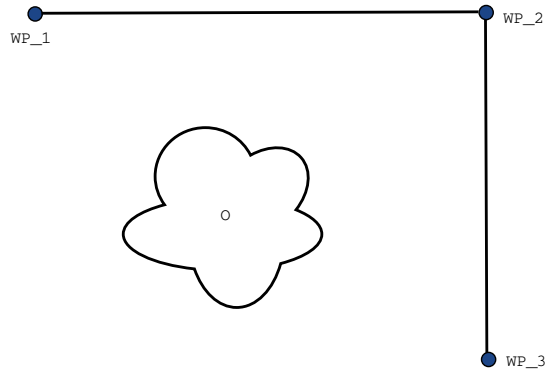

Figura 15.2: WP_1: posizione iniziale, WP_2: punto intermedio, WP_3: posizione di pick-up, O: ostacolo.
Esempio Prendere in considerazione come esempio un'applicazione di presa e posizionamento (vedere figura 15.2) in cui il robot si trova al momento nel punto percorso 1 (WP_1) e deve prelevare un oggetto nel punto percorso 3 (WP_3). Per evitare collisioni con oggetti o altri ostacoli (0), il robot deve avvicinarsi a WP_3 nella direzione proveniente dal punto percorso 2 (WP_2). Pertanto, vengono introdotti tre punti percorso per creare un percorso in grado di soddisfare i requisiti.